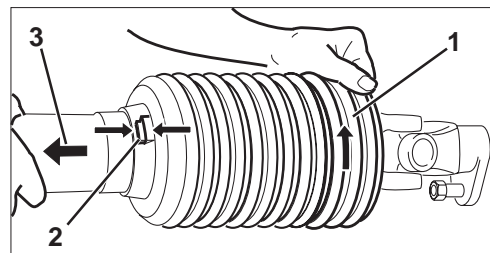

Fig. 5.4
- Trichter (Fig. 5.4/1) in die Montageposition (Fig. 5.4/2) drehen.
- Schutzhälfte (Fig. 5.4/3) abziehen.